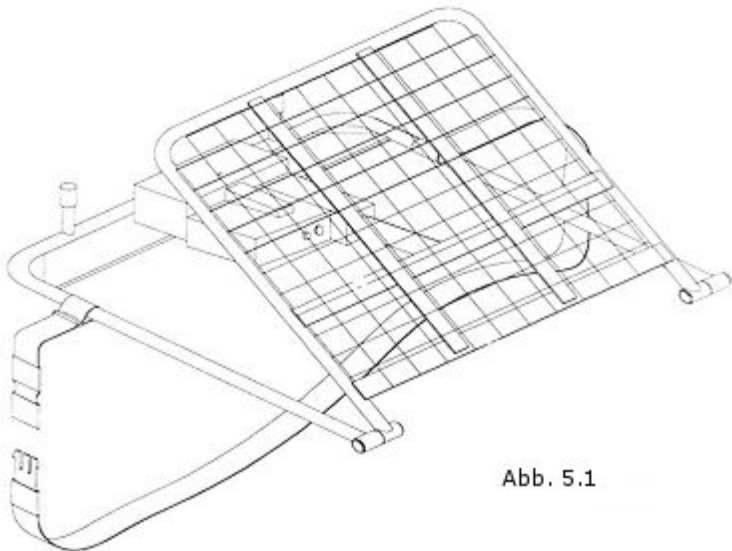

Abb. 5.1
1. Zuerst befestigen Sie den mitgelieferten Riemen und die Schnalle wie illustriert am Rahmen (siehe Abb. 5.1).